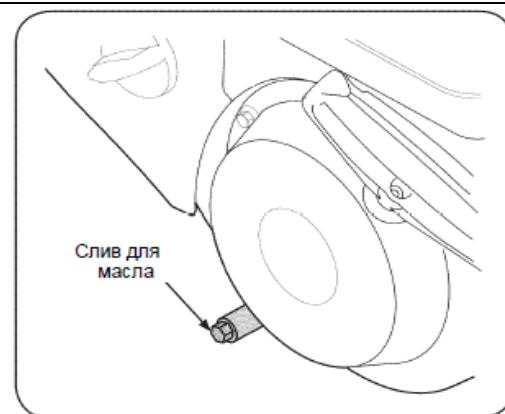

Рис. 13
3. Отверните сливную пробку См. Рис. 13.